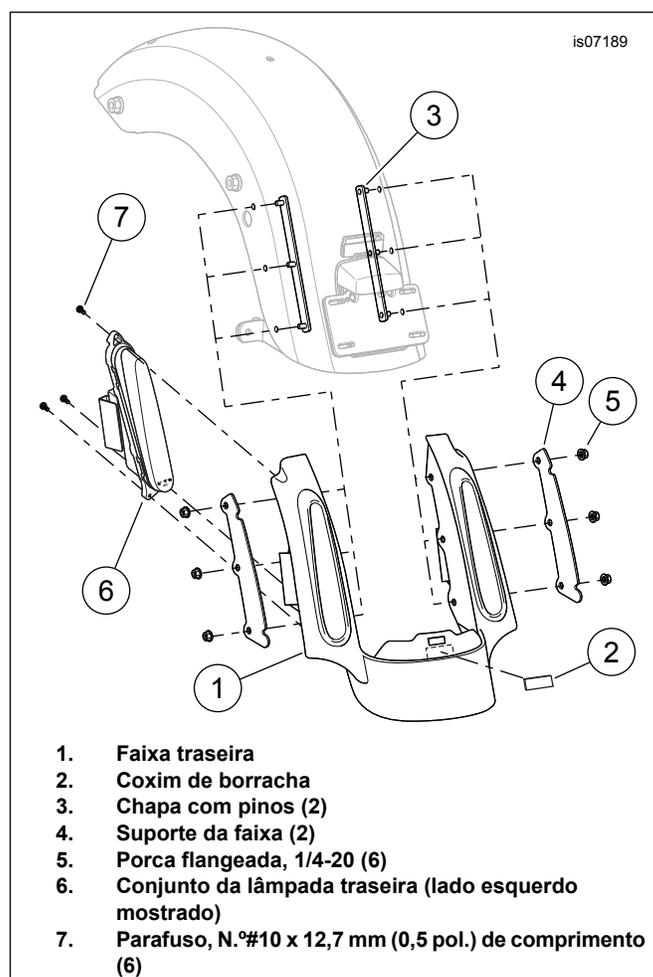
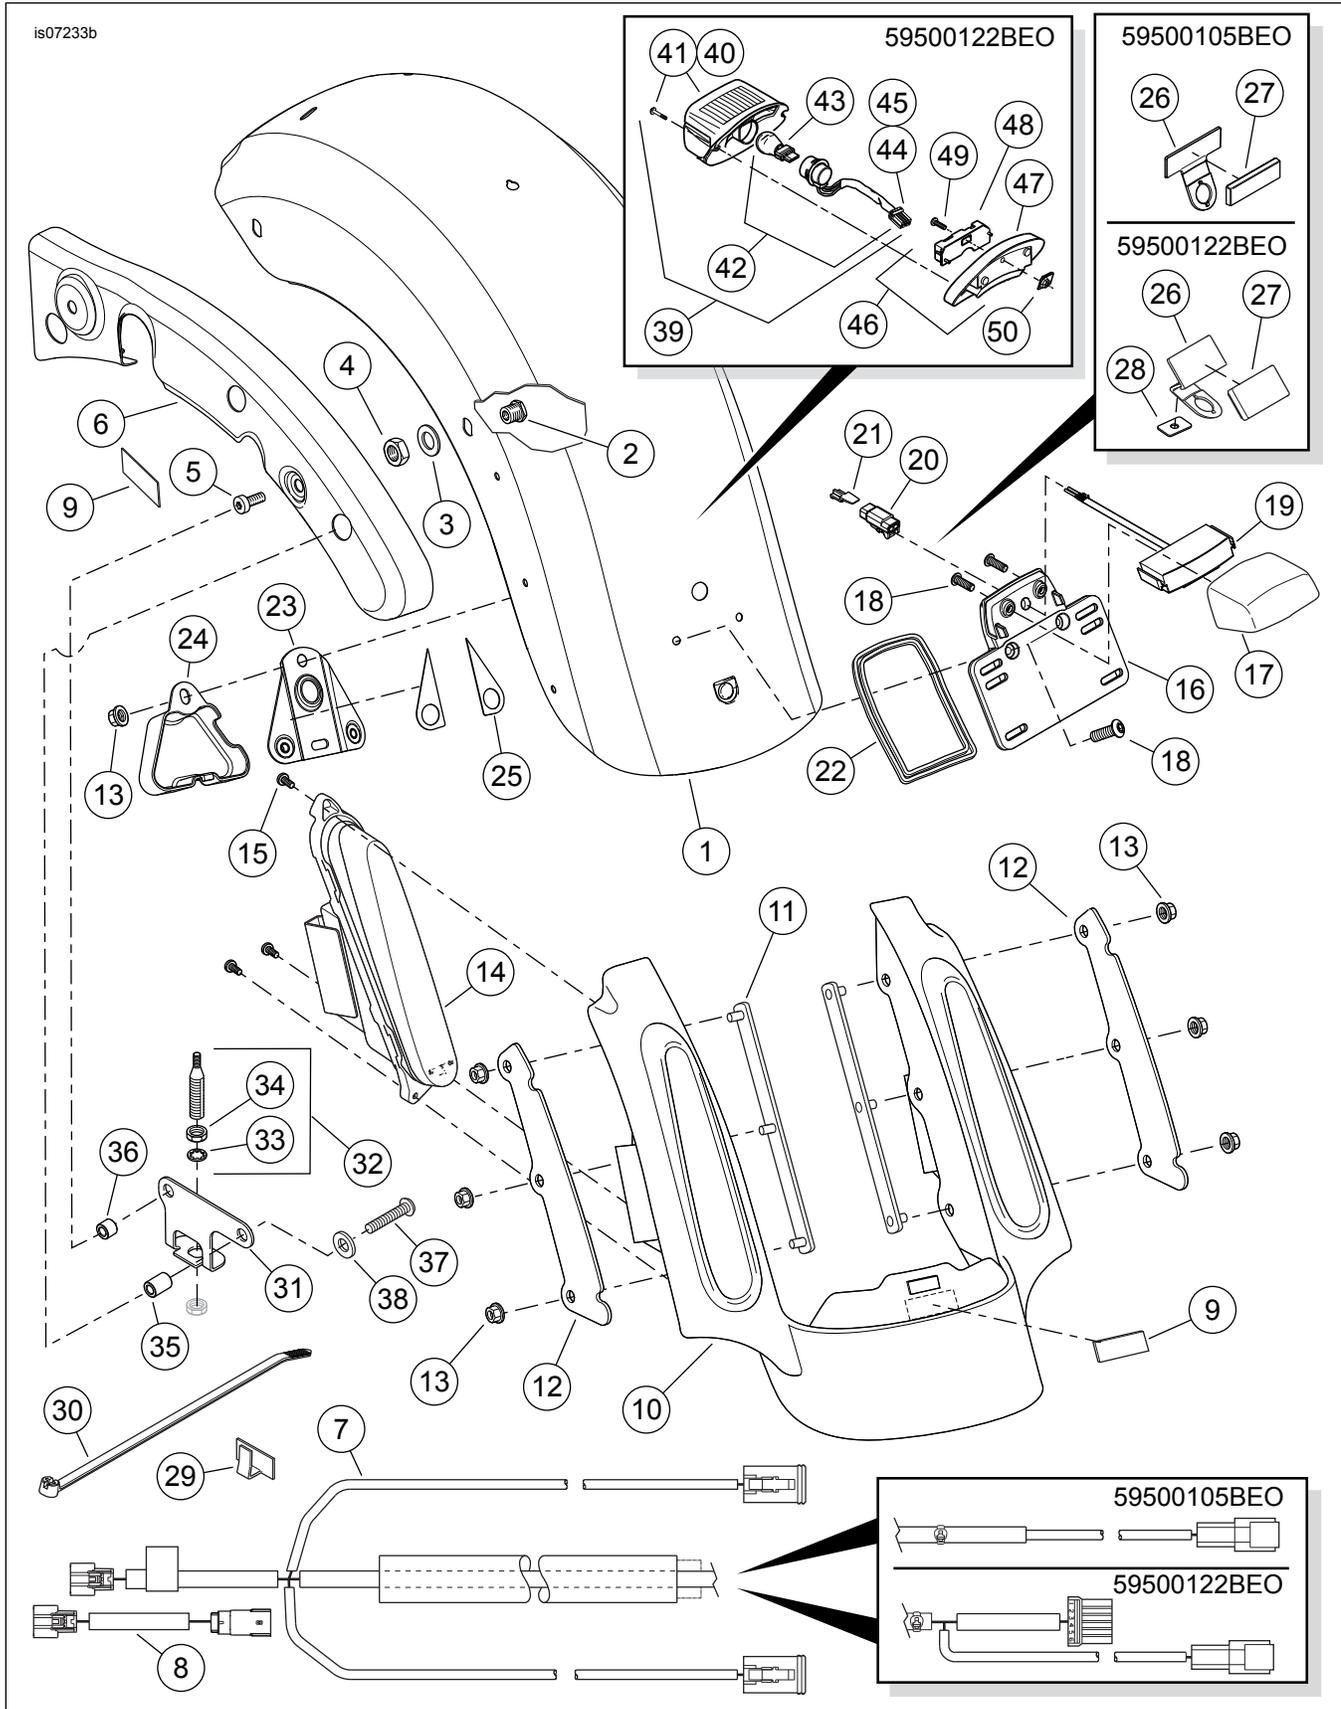

Figura 5. Instalação da faixa traseira
Figura 6. Peças de reposição, kits de para-lama traseiro estilo CVO FL Touring
2. Veja Figura 5. Remova a película da parte traseira adesiva do coxim de borracha de 44 x 19 x 1 mm ( x in) (2). Posicione o coxim no centro da faixa (1) imediatamente abaixo da abertura, como mostrado. Pressione no lugar com firmeza.
3. Posicione a faixa sob a borda traseira do para-lama, alinhando os três furos em cada lado da faixa com os furos correspondentes do para-lama. Introduza os três prisioneiros de uma chapa com pinos (3), de baixo do para-lama, através dos furos no para-lama e na faixa em um lado.
1. Veja Figura 6. Desconecte o cabo da antena do conjunto da base da antena.
6. Pegue o novo suporte da antena (31), novos espaçadores (35 e 36), novos parafusos (37), novas arruelas lisas (38) e o novo conjunto da base da antena (31).
7. Posicione o suporte da antena próximo aos suportes do para-lama, como mostrado na Figura 5, e aperte-o nos suportes do para-lama:
- a. Monte a arruela fina (38) nas roscas do parafuso.
- c. Deslize os espaçadores nas roscas estendidas ao longo do suporte. Observe o comprimento do espaçador. Consulte a Figura 5.
8. Instale a arruela de pressão dentada interna (33) do kit nas roscas maiores da base da antena (32), debaixo da porca hexagonal (34). Insira a base da antena através do furo no suporte de montagem da antena.
9. Instale a porca hexagonal inferior (34) nas roscas da base da antena. Coloque uma chave na porca superior e aperte a porca inferior com torque de 8 N·m (6 ft-lbs).
12. Rosqueie o conjunto do mastro da antena com firmeza na base da antena (31).
2. Veja Figura 6. Pegue quatro parafusos de montagem do para-lama 5/16-18 x com 25,4 mm (1 in) de comprimento (5) do kit. Instale, sem apertar, um parafuso através da guia do quadro traseiro no último ressalto de montagem do para-lama em cada lado.
6. Oriente o trecho do chicote de fios com o conector de quatro vias cinza entre a parte dianteira do para-lama e o suporte do para-lama **do lado esquerdo**. Conecte o conector (18) na lâmpada da faixa do lado esquerdo. Oriente o trecho do chicote de fios com o conector de quatro vias preto entre a parte dianteira do para-lama e o suporte do para-lama **do lado direito**. Conecte o conector (19) na lâmpada da faixa do lado direito.
9. **Modelos FLHTCU/SE:** Instale as tampas cromadas do suporte do para-lama removidas anteriormente. **TODOS os modelos, EXCETO FLHTCU/SE:** Veja Figura 6. Instale as tampas com pintura de acabamento dos suportes do para-lama (6) do kit.